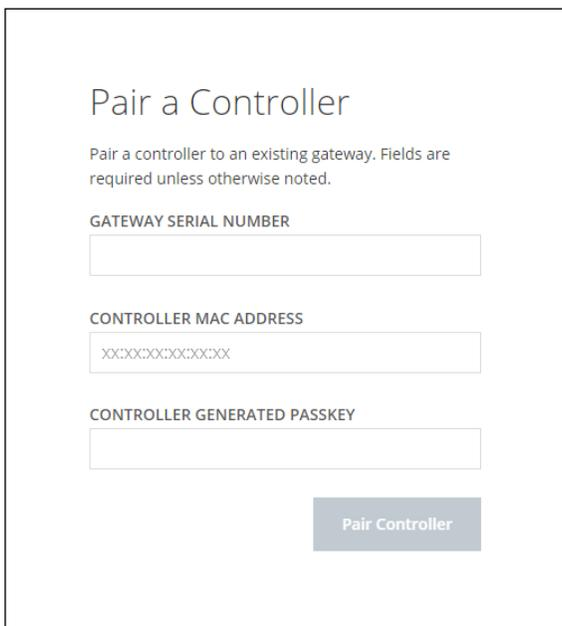

Figure 2
2. Sur un ordinateur connecté à Internet, aller à la page www.idockconnect.com/pair et entrer le numéro de série de la passerelle dans le champ **GATEWAY SERIAL NUMBER** (voir Figure 2).
- d. Dans le menu **Information**, faire défiler vers le bas jusqu'à **Adresse système**. Entrer cette adresse dans le champ **CONTROLLER MAC ADDRESS** de la page Web (voir Figure 2).
- g. Entrer le code généré dans le champ **CONTROLLER GENERATED PASSKEY** de la page Web (voir Figure 2).
4. Une fois que les trois champs de la page Web sont renseignés, clique sur le bouton **Pair Controller** (coupler le contrôleur) de la page Web (voir Figure 2).